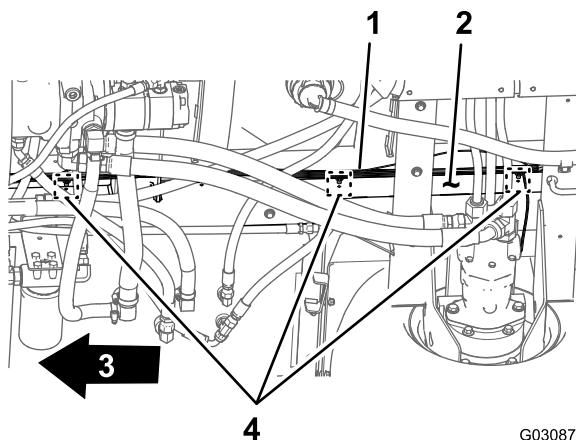

Рисунок 85
3. Проложите ответвление длиной 165 см и ответвление длиной 203 см нового жгута электропроводов вперед, вдоль правой трубы рамы (Рисунок 85).
4. Вставьте вставные держатели ответвления длиной 203 см заднего жгута проводов в отверстия в правой трубе рамы (Рисунок 85), из которых были извлечены вставные держатели старого жгута проводов; см. пункт 3 в разделе Отсоединение переднего и заднего жгутов проводов \(страница 16\).